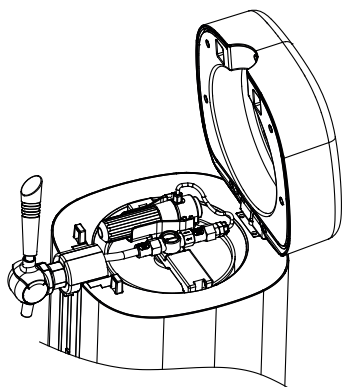
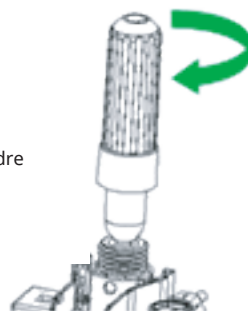

Figure 14
Figure 16
4. Tourner l'ensemble de la soupape de surpression de l'intérieur du capuchon supérieur vers l'extérieur selon un angle approprié, l'angle maximal ne devant pas dépasser 90 degrés (comme illustré à la figure 14). Dévissez ensuite la douille du cylindre, insérez une bouteille de CO₂ de 16 g (3 bouteilles de CO₂ attachées) dans la douille du cylindre (comme indiqué dans la figure 16), puis serrez soigneusement et rapidement la douille du cylindre (dans le sens des aiguilles d'une montre) (comme indiqué dans la figure 16) jusqu'à ce que vous entendiez un clic, indiquant que le joint du cylindre a été percé et que le gaz CO₂ peut s'écouler librement. Tournez ensuite l'ensemble du réducteur de pression vers le haut et enclenchez-le dans l'ensemble du couvercle supérieur. Si vous devez remplacer la bouteille, suivez les étapes en sens inverse (assurez-vous que le gaz a été évacué avant de remplacer la bouteille).